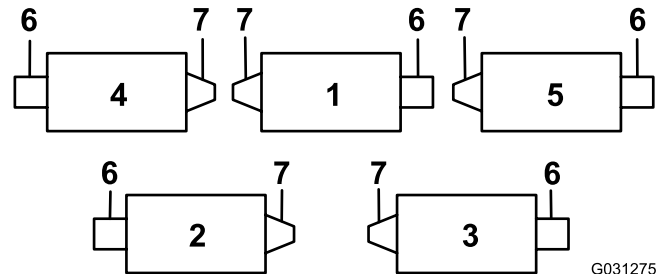
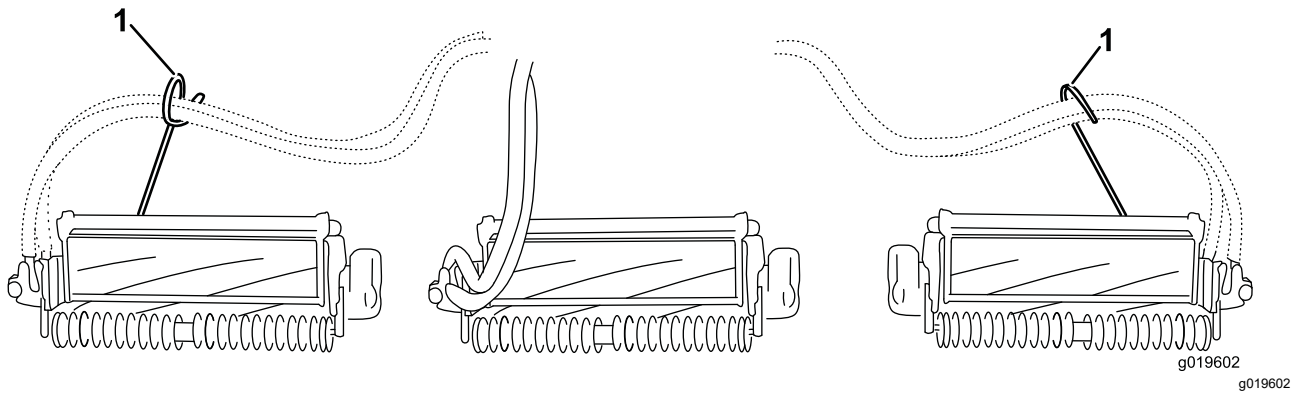
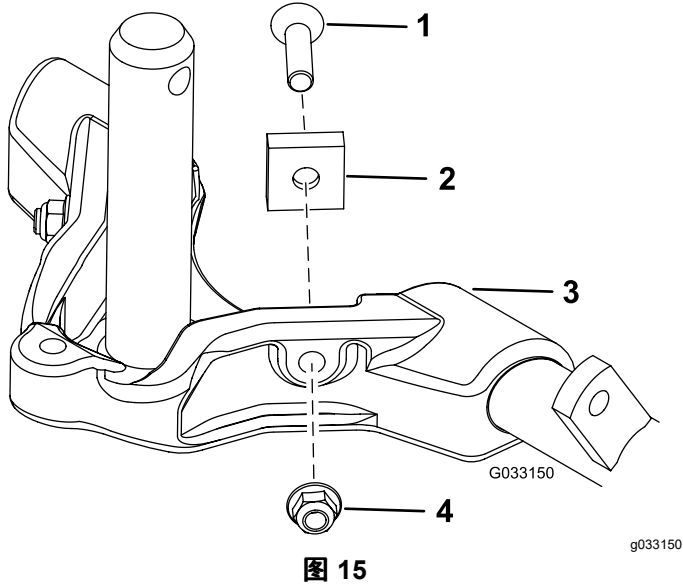

图 12
图 14
图 15
重要事项 在 4 号滚刀组左前和 5 号滚刀组右前上用杆支架安装螺母将软管导向架安装到滚刀组凸耳的前面。软管导向架应偏向于中心滚刀组图 12 至图 14。
7. 拆去后2号和3号滚刀组承载架上的2个枢轴垫片、六角螺丝和凸缘锁紧螺母图 15 增强后滚刀组的转向力度请参阅 图 12。